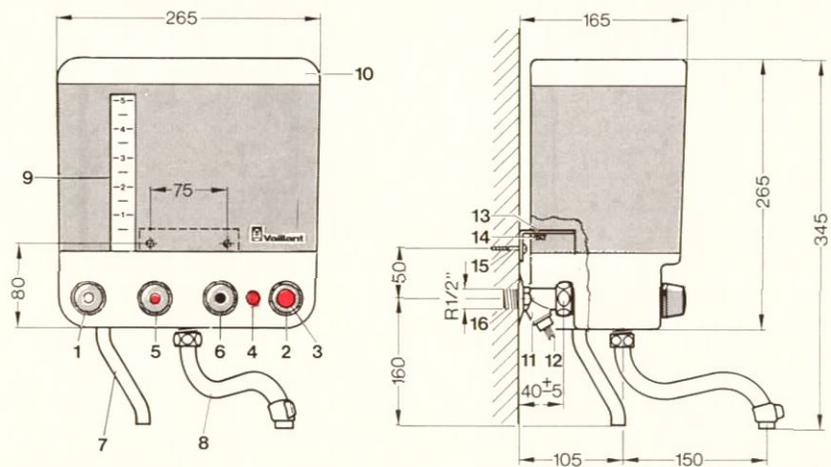

Abb. 1: Aufbau und Abmessungen
Dagegen können Wasserbehälter, Überlaufrohr (7, Abb. 1) und Schwenkauslauf (8, Abb. 1) bis 100° C heiß werden sowie bei kochendem Wasser Dampf aus dem Überlaufrohr (7) austreten.